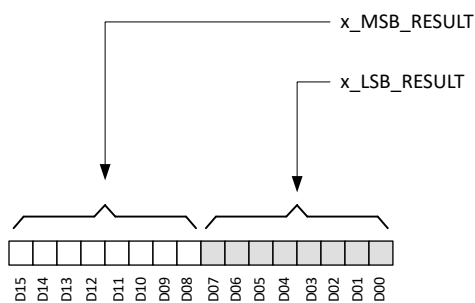

图 7-15. 磁传感器数据定义
X、Y 和 Z 磁传感器数据存储在 `x_MSB_RESULT` 和 `x_LSB_RESULT` 寄存器中。图 7-15 显示了每个传感器输出以 16 位二进制补码格式存储在两个 8 位寄存器中。数据可以结合 MSB 和 LSB 寄存器以 16 位格式检索，也可以通过 MSB 寄存器以 8 位格式检索。
- D_i 是 图 7-15 中所示的数据位。